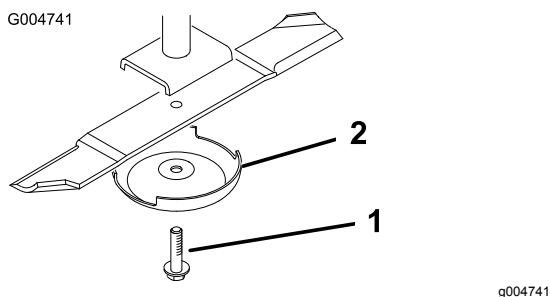

Figure 116
3. Enlevez le boulon, la coupelle de protection et la lame de l'axe de pivot (Figure 116).